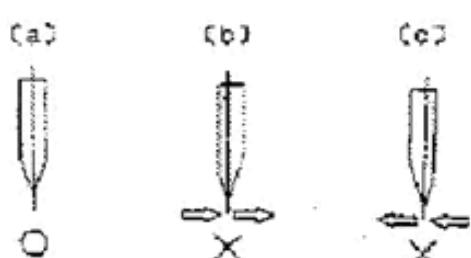

Рис. 16
Если режущая кромка заточена неравномерно, как показано на Рис. б или с. сдвиньте точильные круги (A) и (B) в направлениях, показанных стрелками на Рис. 16 б или с.